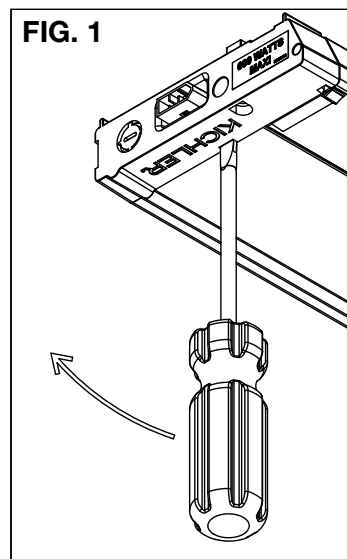

FIG. 2
3. Remueva la muesca que permite acceso fácil al tubo tipo conduit. La muesca deberá removerse mediante la inserción de un desarmador de cabeza plana dentro de la ranura y moviéndolo hacia arriba y hacia abajo hasta que la muesca se libere. (ref. FIG. 2)